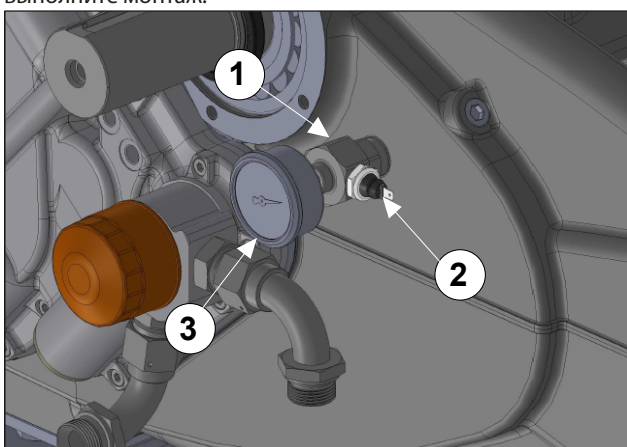

Рис. 133
Используйте герметик LOX EAL 53-14 для соединений или ему подобный для смазки Т-образного соединения (поз. ①), пробки (поз. ②) и манометра (поз. ③) Рис. 133, и выполните монтаж.